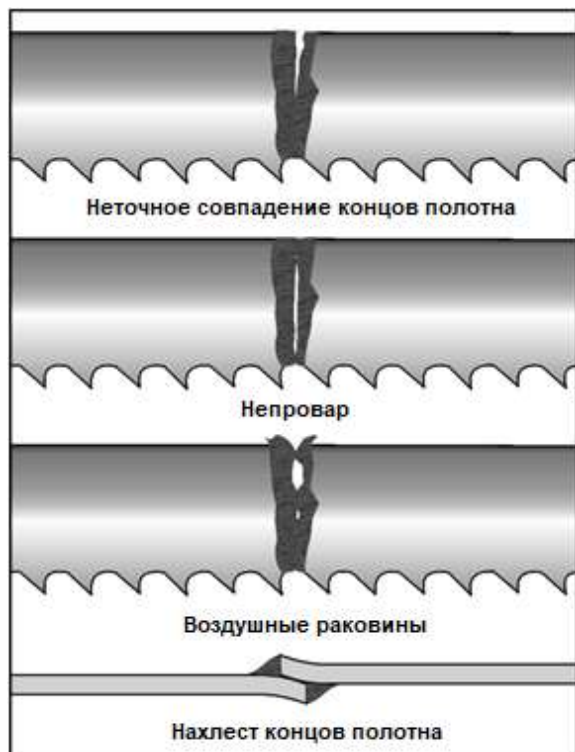

Рис. 14.
10. Извлеките полотно из зажимов и тщательно осмотрите его. Расстояние между зубьями по обеим сторонам шва должно равняться шагу, а сам шов должен располагаться по центру впадины. На данном этапе по виду сварного шва легко определить неточное совмещение концов полотна. На Рис. 14 приведены примеры дефектных сварных швов.